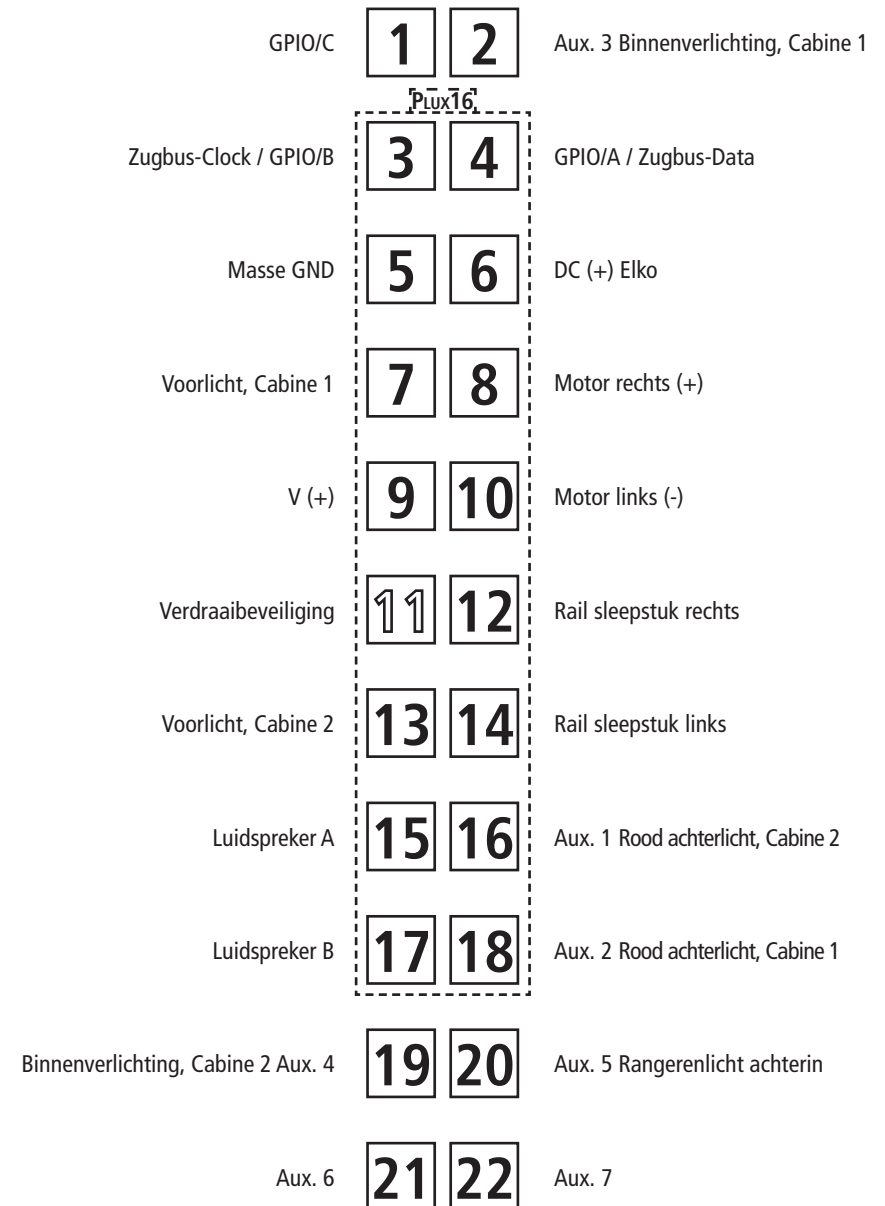
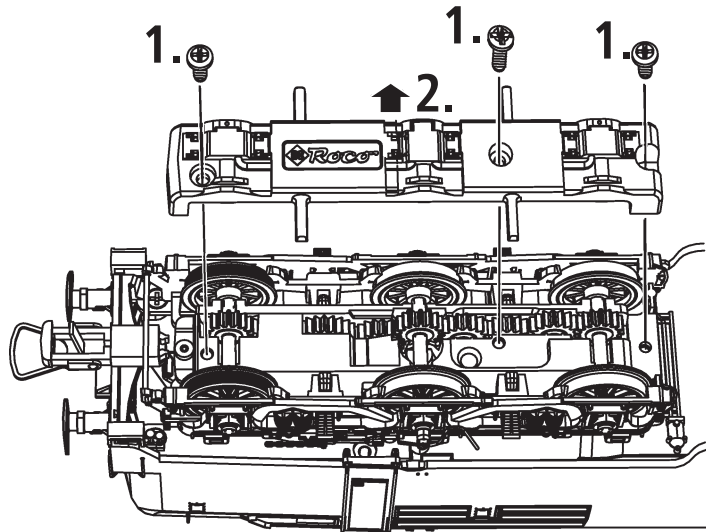

Fig. 6
Fig. 4
1. Reinigung der Radstromkontakte: Radstromkontakte können auf unsauberen Schienen leicht verschmutzen. Entfernen Sie **vorsichtig** mit einem kleinen Pinsel **den Schmutz** an den in Fig. 6 gekennzeichneten Stellen.
2. Schmierung: Versehen Sie die im Schmierplan in Fig. 5 gekennzeichneten Stellen mit nur **kleinen Öltropfen**. Dazu zuerst das Lokgehäuse abnehmen (Fig. 4). Wir empfehlen den **ROCO Öler Art.-Nr. 10906**. Fürs Schmieren der Getriebeteile (Zahnräder, Schnecke) empfehlen wir das **ROCO-Spezialfett Art.-Nr. 10905**. Im Falle der Schmierung diese Teile **nicht ölen**.
Mehrzugbetrieb: Zuerst Lokgehäuse abnehmen (Fig. 4). Danach den Brückenstecker aus der Schnittstelle entfernen (diesen sorgsam aufbewahren). Danach den Stecker des Steuerbausteins lagerichtig einsetzen (Fig. 5).
4. Kohlebürstenwechsel: Lokgehäuse abnehmen (Fig. 4). Danach wird der Motor ausgebaut und die Kohlebürsten ausgewechselt (Fig. 9).
1. Cleaning of wheel contacts: Wheel contacts easily get dirty on tracks which are not entirely clean. Use a small brush to **remove dirt** from spots marked in fig. 6.
2. Lubrication: Apply **tiny oil drops** to spots marked in fig. 5. Prior to lubrication dismantle locomotive (fig. 4). We recommend using item no. **10906, Roco oiler**. For lubrication the gearparts (e.g. cogwheels, worm) we should recommended our Roco **special grease** (item no. **10905**). **Attention:** Please do not oil these parts when using our grease.
4. Carbon Brush Changing: First remove loco body (fig. 4), and then the motor (fig. 9).
Verwijder de lochuis (fig. 4). en verwijder met een penseel het vuil van de in fig. 6 aangegeven plaatsen.
Op de aangegeven punten slechts **een enkel oliedruppeltje** (fig. 5). Daartoe wel eerst het lochuis verwijderen (fig. 4). Wij adviseren Rovo-smeerolie art. 10906. Voor het smeren van de aandrijving (tandwielen, wormwielen, etc.) adviseren wij **Roco-smeervet art. 10905**. Let op. Geen olie gebruiken waar smeervet zit.
4. Het vervangen van de motor: Loc-kap verwijderen (fig. 4). Daarna tilt u de motor eruit (fig. 9).
zie } Fig.4